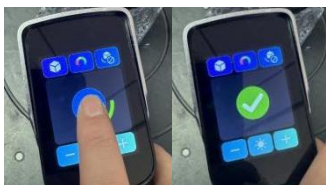

图 8-3 长按屏幕进度条显示图
3、选择对应数据处理方式并点击“应用”按钮，即可进行点云计算。也可通过长按触摸屏  按钮，等待绿色圆环进度条走完一圈，松手后变为绿色 ，即可结束扫描，进行点云计算，如图 8-3 所示。